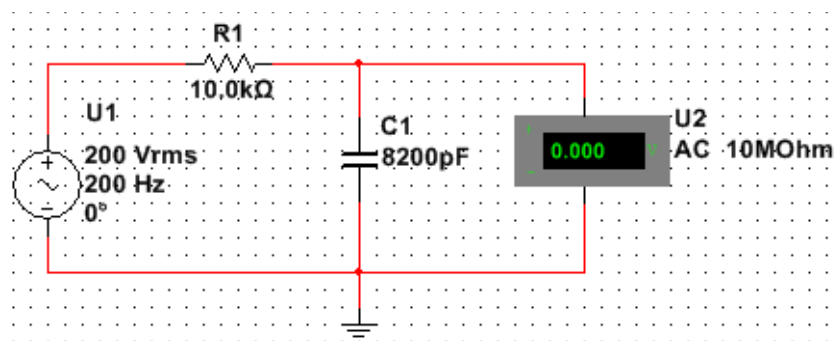

Рис. 2.6.2. Изменение параметров компонентов фильтра
4. Дважды щелкните ЛКМ символ источника. На вкладке **Символ** измените V1 на U1. На вкладке **Параметры** в соответствующих полях установите напряжение (RMS) источника $U_1 = 200\text{ В (V)}$, частоту (F) — $f = 200\text{ Гц (Hz)}$.
6. К выходным полюсам RC—цепи подключите вольтметр в режиме измерения переменного напряжения (рис. 2.6.2).